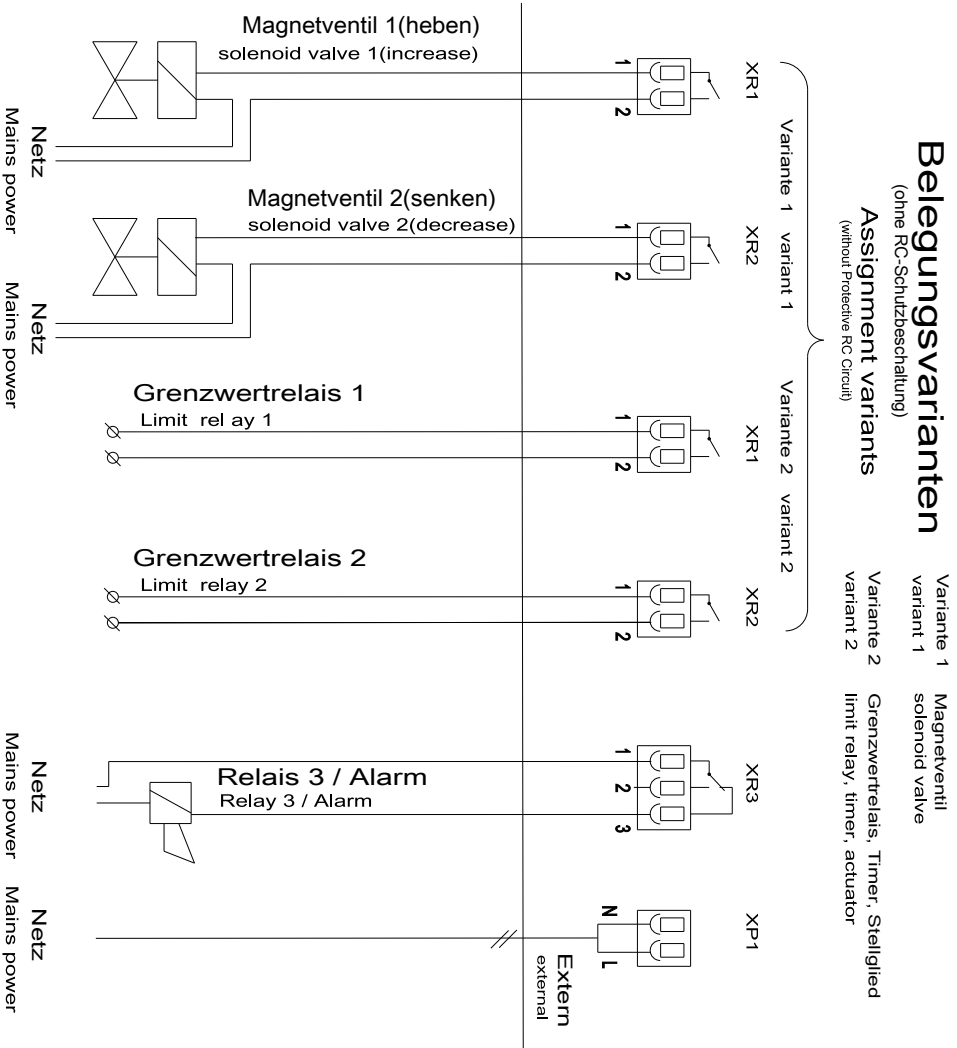

Рис. 11: Схема расположения клемм, вариант занятости клемм 1
2. Надеть на кабель резьбовое соединение (1), упорное кольцо (2) и уплотняющее кольцо (3)
8. Подключить жилы кабеля к клеммам в соответствии с электрической схемой расположения клемм Рис. 11